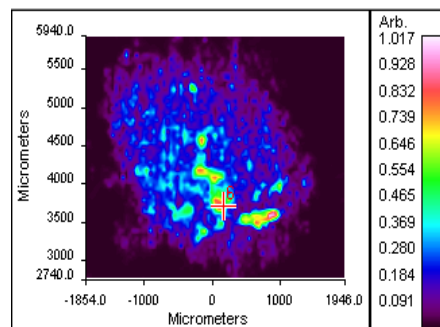
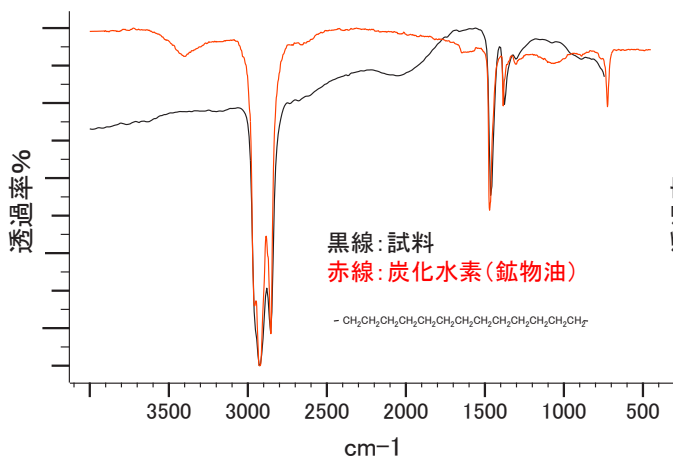

図2. 3000~2800cm-1のケミイメージ
図4. 図2の+印から抽出したスペクトル
- \* 油の分布を見るために図2にC-H伸縮振動由来の吸収のケミイメージを作成しました。さらに、+印から抽出したスペクトルから油は鉱物油であることがわかりました(図4)。